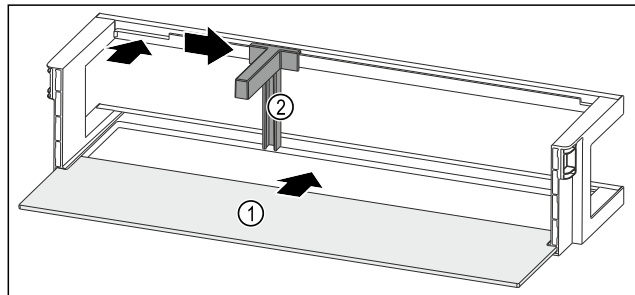

Fig. 99 Türabsteller mit Abstellfläche
- ▶ Abstellfläche Fig. 99 (1) in die seitlichen Aussparungen einschieben.
- ▶ Flaschenhalter Fig. 99 (2) in die Aussparung einsetzen.
- ▶ Flaschenhalter Fig. 99 (2) in gewünschte Position zur Seite schieben.